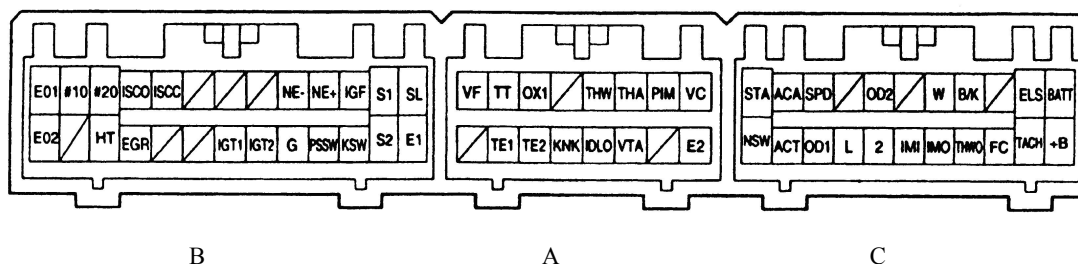

图 20 发动机和 ECT ECU 插头
4、发动机和 ECT ECU 插头各端子说明（插头见图 20 所示，各端子说明见表 3）